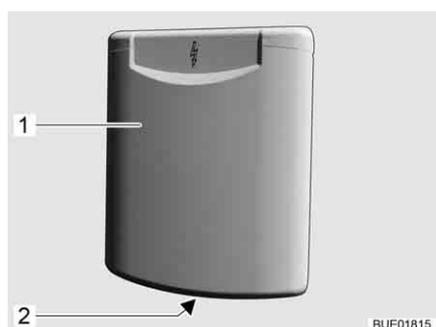

Fig. 76 Sportello per collegamento a 230 V
- Afferrare l'impugnatura concava (Fig. 76,2) dello sportello esterno (Fig. 76,1) e ruotare lo sportello esterno verso l'alto.